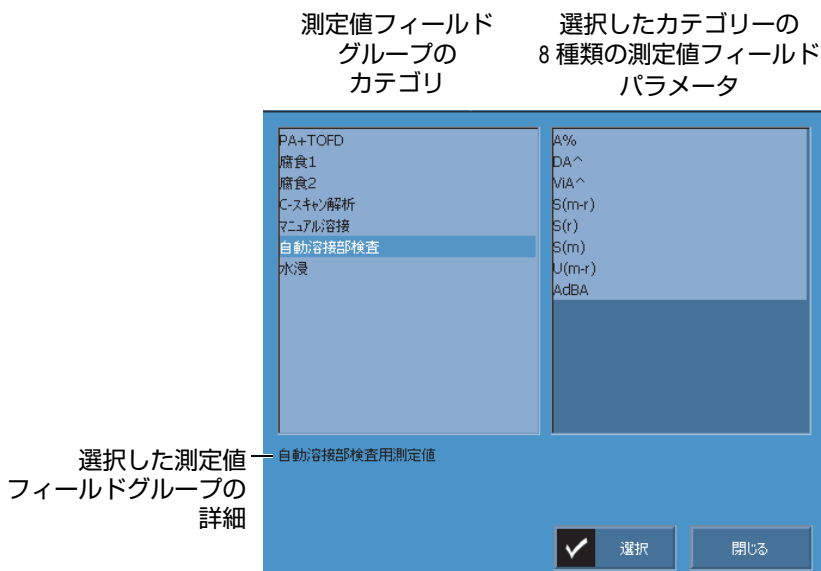

図 6-10 定義済み測定値を選択するためのダイアログボックス
- 測定値フィールドをタップして押したまま、**測定値リストの選択**を選択します。表示されるダイアログボックスで、測定値フィールドグループを選択します（187 ページの図 6-10 を参照）。用途に応じて適切な 8 種類のパラメータグループを簡単に選択することができます。